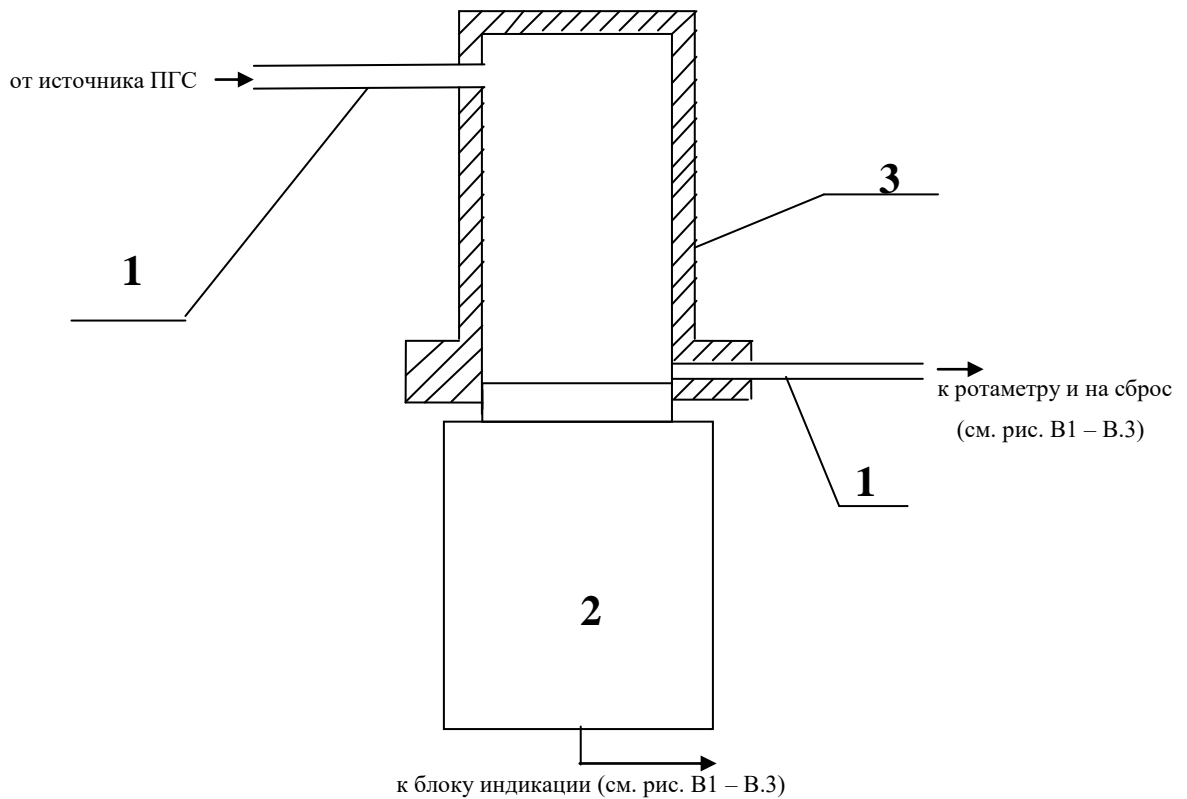

Рис. 3.1. Подача ПГС в адаптер при проверках
3.1.6 В связи с естественным старением сенсоров желательно периодически проверять чувствительность каналов измерения по поверочным газовым смесям (ПГС №5 согласно Методики поверки), приведенным в табл. 6. Смеси подаются с расходом 0,3 – 0,5 л/мин через адаптер, как показано на рис. 3.1.